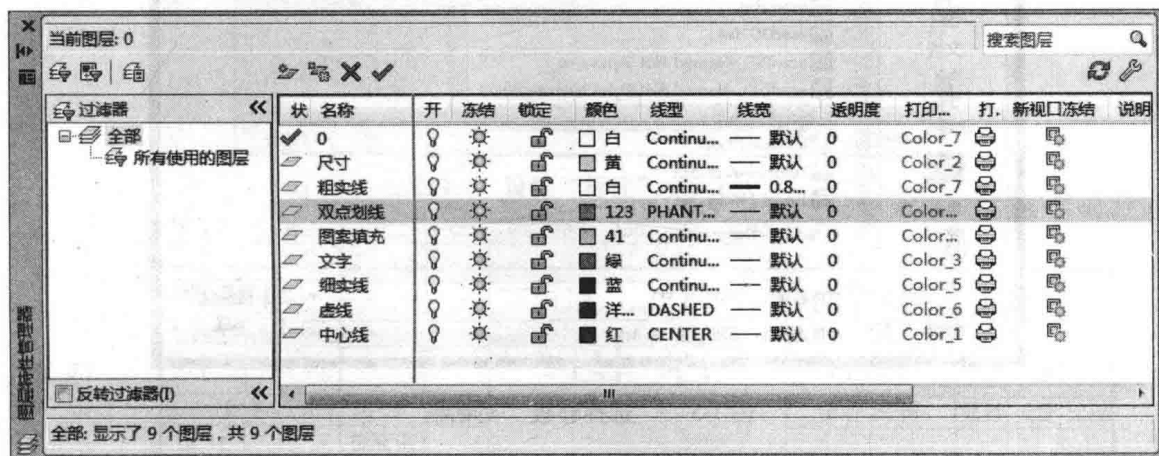

图 1-4 设置的图层
• 再单击“新建图层”按钮，并将该图层命名为“粗实线”，接着单击该层的颜色图标，从打开的“选择颜色”对话框中选择“白色”。再将鼠标移动到该图层线型列的“Continuous”处单击，打开“选择线型”对话框，在该对话框中选择“Continuous”线型并单击“确定”按钮，将该图层设置为该线型。再将鼠标移动到该图层的线宽列处单击，打开“线宽”对话框，从中选择 0.8mm 的线宽并单击“确定”按钮，将该图层的线宽设置为 0.8mm。设置完成的“图层特性管理器”对话框如图 1-4 所示。